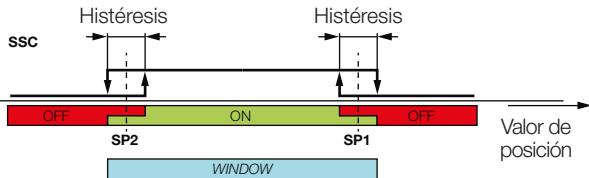

Fig. 6-4: Ejemplo para el modo de ventana
- Modo de ventana (*windowed mode*, Fig. 6-4): valor: 2